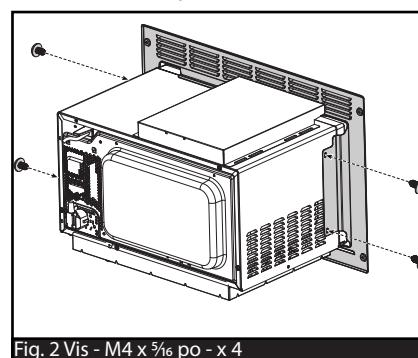

Fig. 2 Vis - M4 x 5/16 po - x 4
3. Fixer le kit de garniture au four à micro-ondes à l'aide de 4 vis - M4 x 5/16 po (Fig. 2).